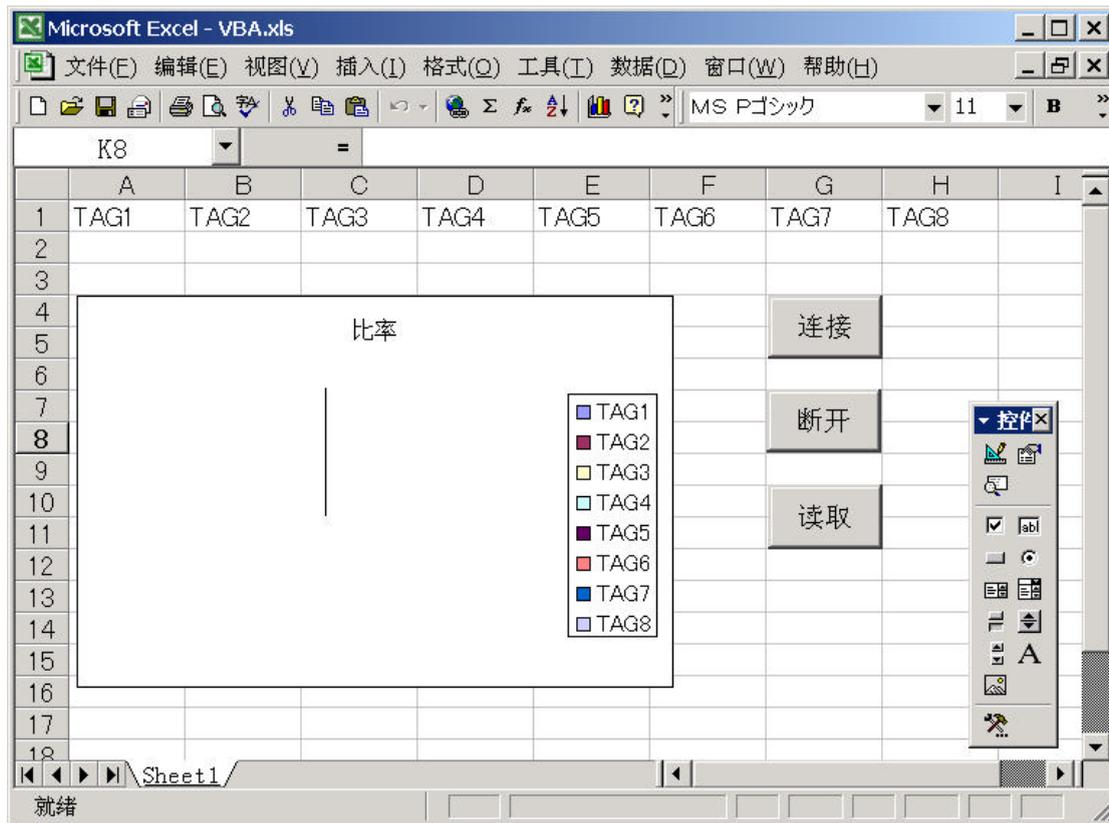

图 4-18 设计模式的结束状态
- 6) 释放控件工具箱左上角的图标按钮，退出设计模式。（图4-18）。